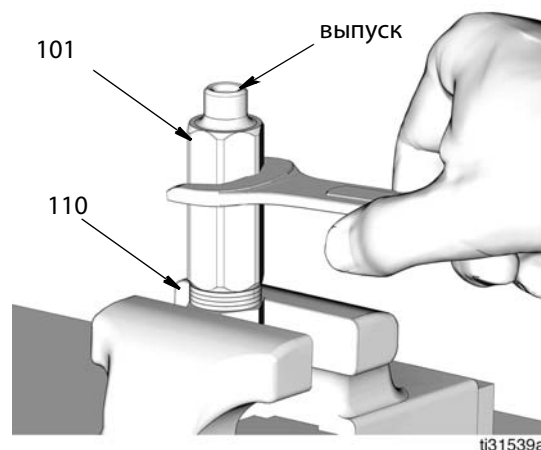

Рис.39
- Добавьте или снимите выходные распорные кольца (110) (Рис.39, стр. 42) с блока клапана инжектора.